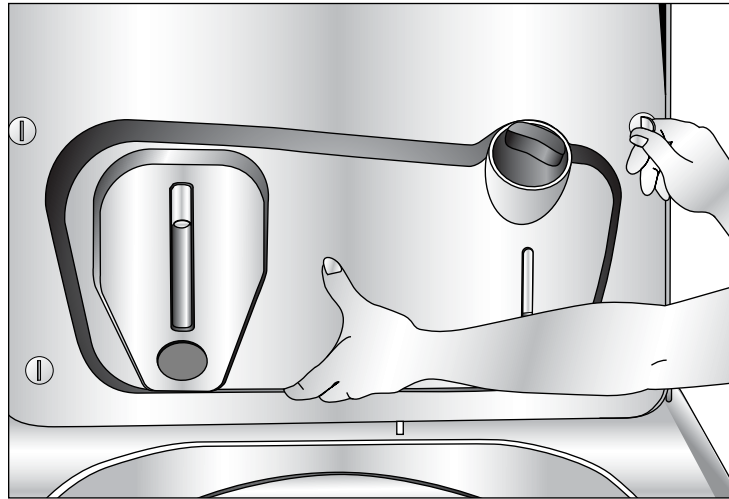

Figura 4
1. Sostenga con una mano el fondo del surtidor. Use una moneda y gire cuatro tornillos ranurados en contra del sentido de las manecillas del reloj un cuarto de vuelta (figura 4).